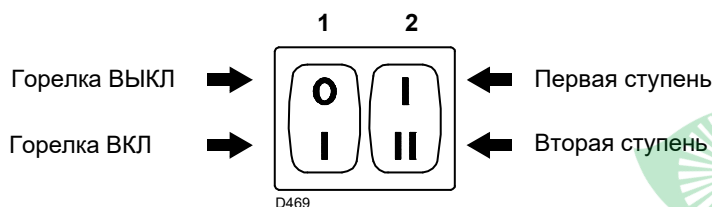

рис. 28
- переключатель 1)(рис. 28) в позицию “Горелка ВКЛ”;
- переключатель 2)(рис. 28) в позицию “Первая ступень”.
МАКСИМАЛЬНАЯ мощность должна быть выбрана в пределах диапазона мощностей, указанного на стр. 9. В описании выше мы оставили горелку включенной на 1-й ступени. Теперь включите переключатель 2) (рис. 28) в положение 2-й ступени: серводвигатель откроет воздушную заслонку и одновременно газовый клапан на 90°.
Поверните переключатель 2)Рис. 28 на стр. 25 в положение 1-й ступени: серводвигатель 1) закроет воздушную заслонку и одновременно закроет газовый дроссельный клапан на 15° (т.е. до заводской настройки).
– Если необходимо увеличить расход, перейдите ко 2-му этапу, активировав переключатель 2)Рис. 28 на стр. 25, и слегка увеличьте угол наклона оранжевого рычага небольшими, регулярными движениями (например, переместите его от 40° до 42° - 44°....). Теперь вернитесь к 1ой ступени и измерьте расход газа.
- выключите горелку с помощью переключателя 1)Рис. 28 на стр. 25;